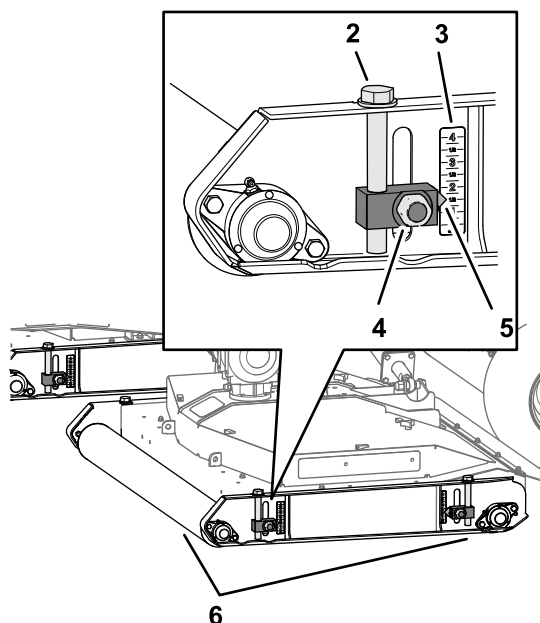

Figura 41
3. Afloje las 4 contratuercas que sujetan los 4 ajustadores de la altura de corte (Figura 41) de la carcasa de corte.